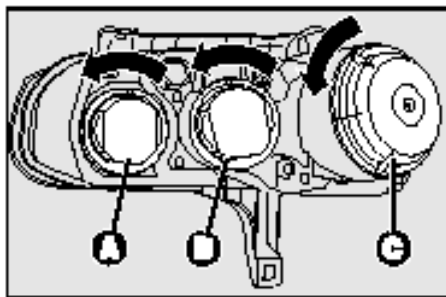

рис.25
Расположение ламп в блок фаре **Рис.25** следующее:
- Повернуть против часовой стрелке крышку **А** - **рис.25**;
- Разъедините центральный электрический разъем **А** - **рис.25**;
- Установите новую лампу и зафиксируйте ее пружиной **В** - **рис.25**;
- Повернуть против часовой стрелки крышку **В** - **рис.25**;
- Повернуть против часовой стрелки крышку **С** - **рис.25**;